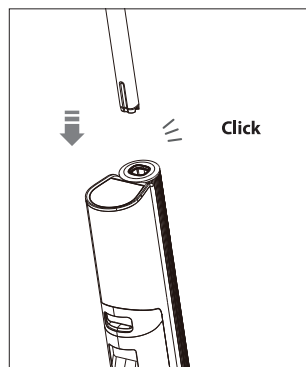

Fig. 4 – Montaje del asa
- ▶ Introduzca el asa en el cuerpo del aparato hasta que encaje de forma audible. El asa debe estar bien fijada en el aparato (véase Fig. 4).